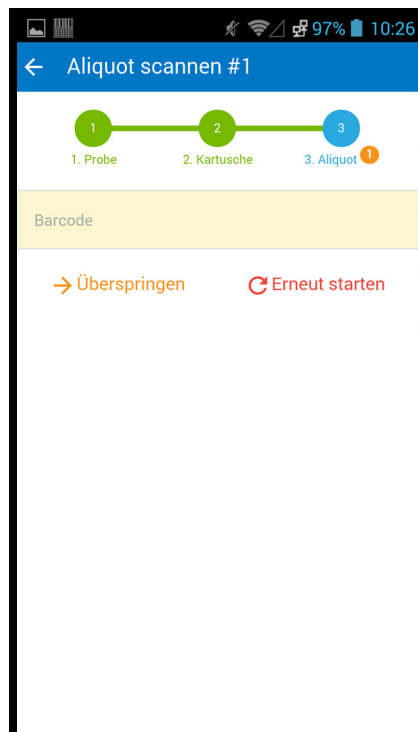

Abbildung 5-109. Bildschirm „Aliquot einscannen“ von Cepheid Link
- Wenn Aliquote gescannt werden sollen, wird der Bildschirm „Aliquot einscannen“ angezeigt (vgl. Abbildung 5-109).
6. **(Optional)** Wenn für die Probe Aliquots gescannt werden müssen, wird der Bildschirm „Aliquot einscannen“ angezeigt (vgl. Abbildung 5-109).
- Wenn Aliquots gescannt werden müssen, wird der Bildschirm „Aliquot einscannen“ angezeigt (vgl. Abbildung 5-109).